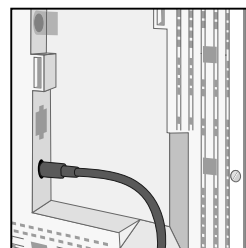

Abbildung D.1
- Schließen Sie das Wechselstrom-Adapterkabel an den Monitor an (**Abbildung D.1**).